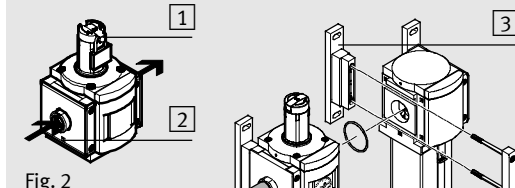

Fig. 2
- Соблюдайте направление потока от 1 к 2. В качестве ориентира служат цифры [2] на корпусе изделия и монтажной плите (→ Fig. 2).
1. Оттяните поворотную рукоятку от корпуса, потянув ее вверх (при необходимости снимите навесной замок и задвиньте разблокирующее устройство [1] → Fig. 2).
- Надавите на разблокирующее устройство [1] (→ Fig. 2) в направлении изнутри наружу. Имеющийся навесной замок LRVS-D фиксирует разблокирующее устройство.